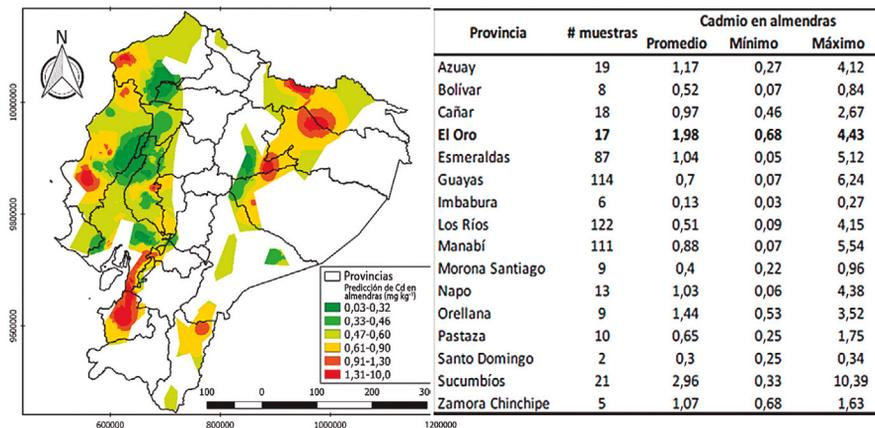

Figura 2. Mapa de contenidos de cadmio en las almendras de las zonas cacaoteras del Ecuador.
- 2.- Seleccionar el mapa de cadmio en almendra de cacao desarrollado por Argüello et al. (2019), visualizar el mapa (Figura 2). Posteriormente seguir los mismos pasos de los numerales cinco y seis, donde se introduce las coordenadas y se abre la ventana de información del mapa del Geoportal del MAG.
3.- En la descripción de esta ventana aparece la concentración de cadmio en las almendras de cacao en la zona cercana al sitio en mg kg^{-1} . El valor obtenido se compara con los límites establecidos de cadmio por la Unión Europea (UE) para productos terminados (Guía 1), si este valor estimado de cadmio sobrepasa los valores de $0,8 \text{ mg kg}^{-1}$ en la almendra, se espera que el cadmio disponible en el suelo sea significativo y se requiere realizar un muestreo y análisis de cadmio en suelo (Guía 4). El mapa desarrollado por Argüello, et al. (2019), tiene una escala pequeña para una visión a nivel nacional de los riesgos involucrados en la contaminación de los granos de cacao por cadmio, pero la heterogeneidad de la distribución de este metal al nivel de las fincas es muy amplia, por lo que se requiere una verificación en laboratorio. Adicionalmente, por la heterogeneidad espacial de la calidad de los suelos y del proceso de bioacumulación de cadmio en granos, los datos obtenidos del mapa de contenidos de cadmio en las almendras (Figura 2) son referenciales y no transferibles a la escala de hectárea.